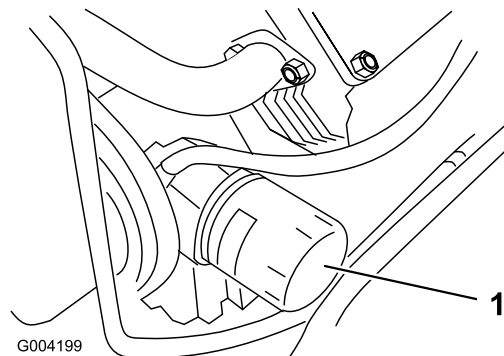

Figura 32
3. Retire el filtro usado (Figura 32) y limpie con un paño la superficie de la junta del adaptador del filtro.